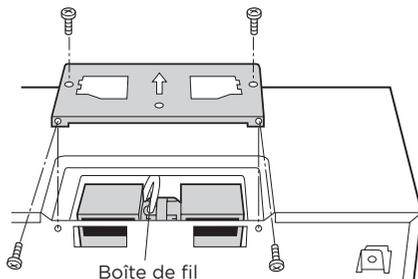

Figure 10
- Remplacez le support du couvercle du ventilateur. Assurez-vous que les pales du ventilateur sont visibles à travers les ouvertures arrière du four avant de continuer. Fixez le support du couvercle du ventilateur à l'unité à l'aide des 4 vis retirées à l'étape 1 ci-dessus. Voir la figure 10. Le ventilateur de la hotte est maintenant tourné pour un fonctionnement d'évacuation horizontale.